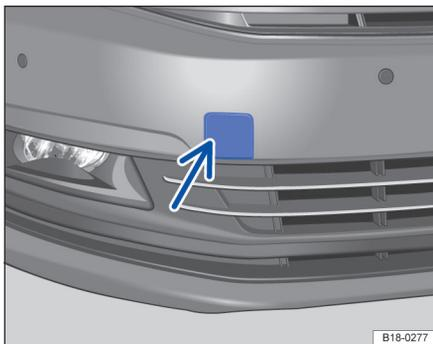

图 200 在保险杠的右前部：拆卸盖板
- 先按压盖板外侧，直至开启，再拆下盖板并将其挂在汽车上。⇒图 200